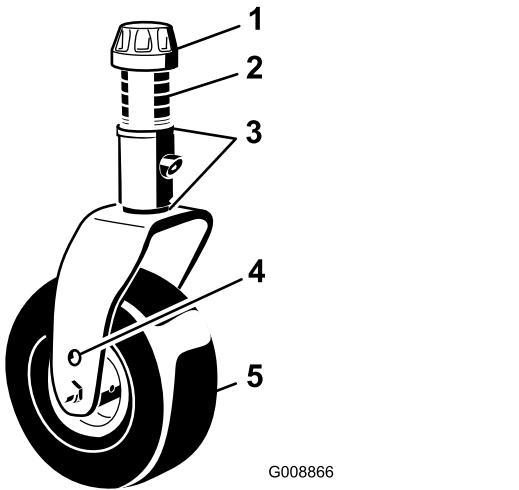

Figura 128
- Retire a tampa de tensionamento do eixo da roda giratória e desloque o fuso para fora do braço da roda giratória (Figura 128).
Retire a tampa tensora e a forquilha da roda giratória (Figura 128).